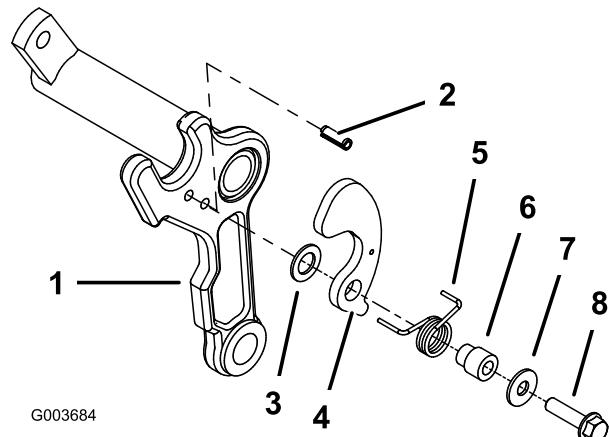

Рисунок 4
- Вставьте цилиндрический штифт в нижнее отверстие на соответствующей стороне каждой несущей рамы режущего блока (Рисунок 4). Конец цилиндрического штифта должен быть заподлицо с внутренней стороной несущей рамы.
шайбу (0,344 x 0,875) и болт (5/16 x 1-1/4 дюйма) (Рисунок 4).